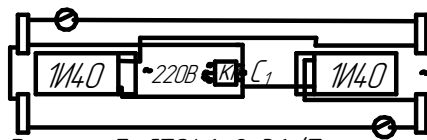

Рисунок 5. ЛПО46-2x36 (Применять по требованию заказчика)
4.3 Светильники выпускаются с индуктивными схемами включения люминесцентных ламп, в соответствии с рис. 5, 6, 7, 8 см. приложения А и В.